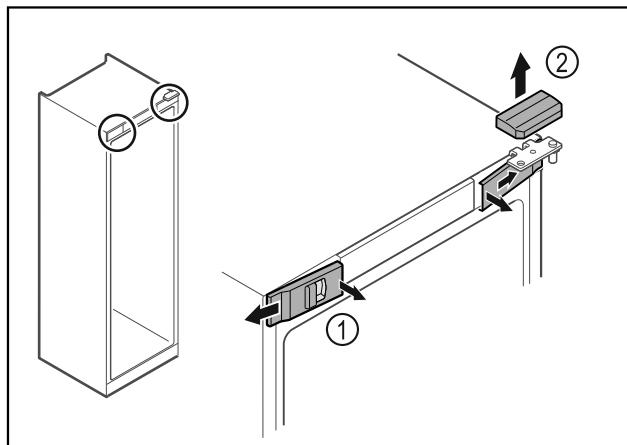

Fig. 18
- Ξεκουμπώστε εσωτερικά τα μπροστινά καλύμματα Fig. 18 (1) και αφαιρέστε τα προς το πλάι.
- Αφαιρέστε προς τα επάνω τα επάνω κάλυμμα Fig. 18 (2).